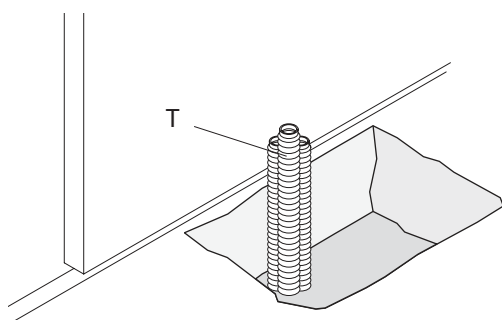

Fig. 8
2. Breng een flexibele buis aan voor de doorvoer van de bekabeling (zie paragraaf "Elektrische aansluitingen"), die minimaal 30/40 cm uitsteekt boven het gegraven gat. (Fig.8-Ref.T).